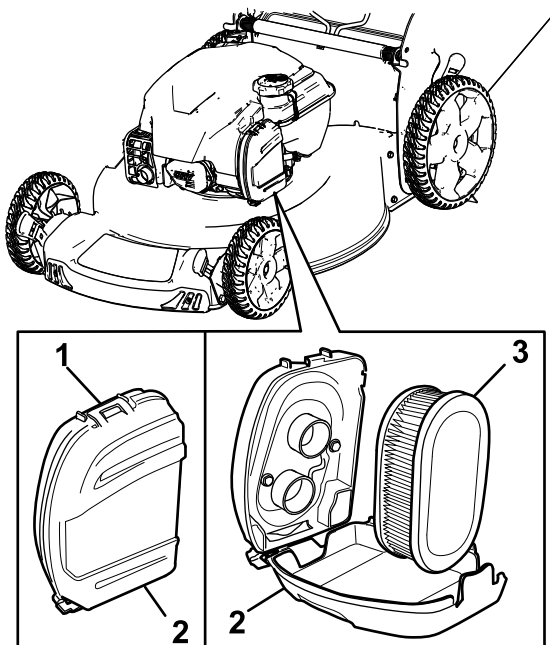

Figure 21
- Déclipsez le haut du couvercle du filtre à air (Figure 21).
- Déposez le filtre à air (Figure 21).